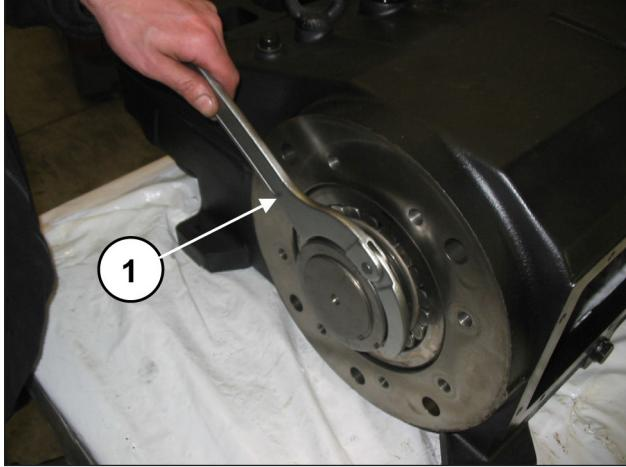
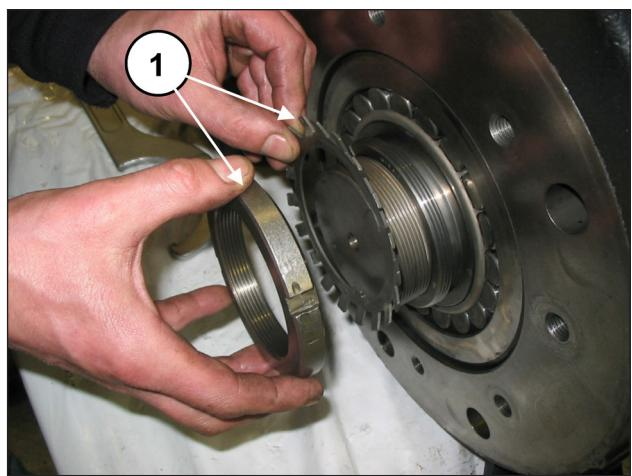

图 18
图 19
使用专用扳手, 拧松锁定环形螺母(①, 图 18), 然后拆除环形螺母和安全垫圈(①, 图 19)。